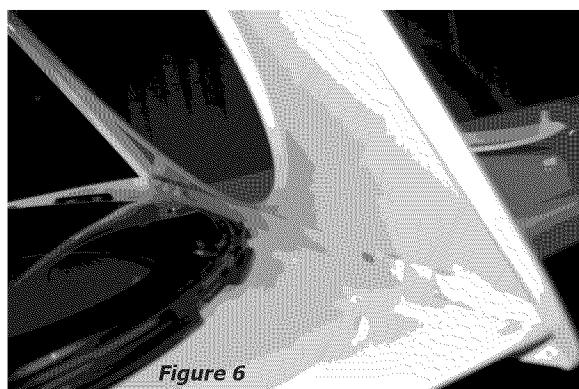

Figure 6
- Séparez la porte externe du joint interne de la porte avec un couteau ou avec un tournevis plat. (Figure 6)